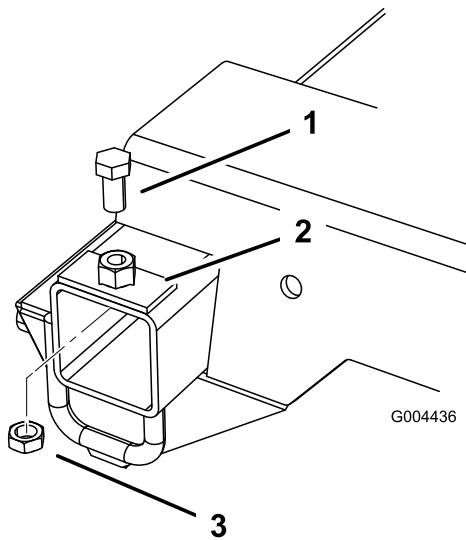

Bild 4
3. Setzen Sie die Platte auf das in den Rahmen gebohrte Loch und befestigen Sie mit der Schraube (13 mm x 25 mm)(1/2" x 1") und Klemmmutter (13 mm)(1/2"), siehe Bild 4.